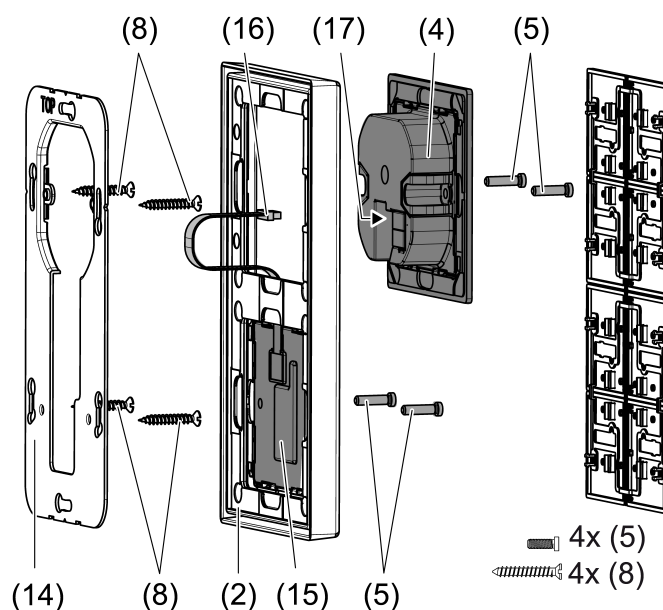

Bild 2: Montage mit Tastsensor-Erweiterungsmodul
Bei Verwendung des Tastsensor-Erweiterungsmoduls (siehe Bild 2): Bevorzugte Montage senkrecht. Großen Tragrings (14) verwenden. Bei Montage auf nur einer UP-Dose die unteren Schrauben in der Wand versenken, z. B. mit Bohrung \varnothing 6 x10 mm. Tragrings als Schablone verwenden.
- Tragrings (1) bzw. (14) lagerichtig auf eine Gerätedose montieren. Kennzeichnung TOP = oben beachten; Kennzeichnung A oder B vorne. Dosenschrauben (8) verwenden (siehe Zubehör).
- Rahmen (2) auf Tragrings stecken.
- Tastsensor-Erweiterungsmodul (15) vorzugsweise unterhalb montieren. Anschlussleitung (16) zwischen Tragrings und Zwischensteg führen.
- Tastsensor-Erweiterungsmodul: Anschlussleitung (16) lagerichtig in Steckplatz (17) im Tastsensor-Modul einsetzen. Anschlussleitung nicht quetschen (siehe Bild 2).
- Tastsensor-Modul (4) mit KNX-Anschlussklemme (7) an den KNX anschließen und auf den Tragrings stecken.
- Tastsensor-Modul(e) optional mit Kunststoffschrauben (5) (siehe Zubehör) am Tragrings befestigen. Die Kunststoffschrauben nur leicht anziehen.
- Vor Montage der Tasten (6) die physikalische Adresse in das Gerät programmieren.